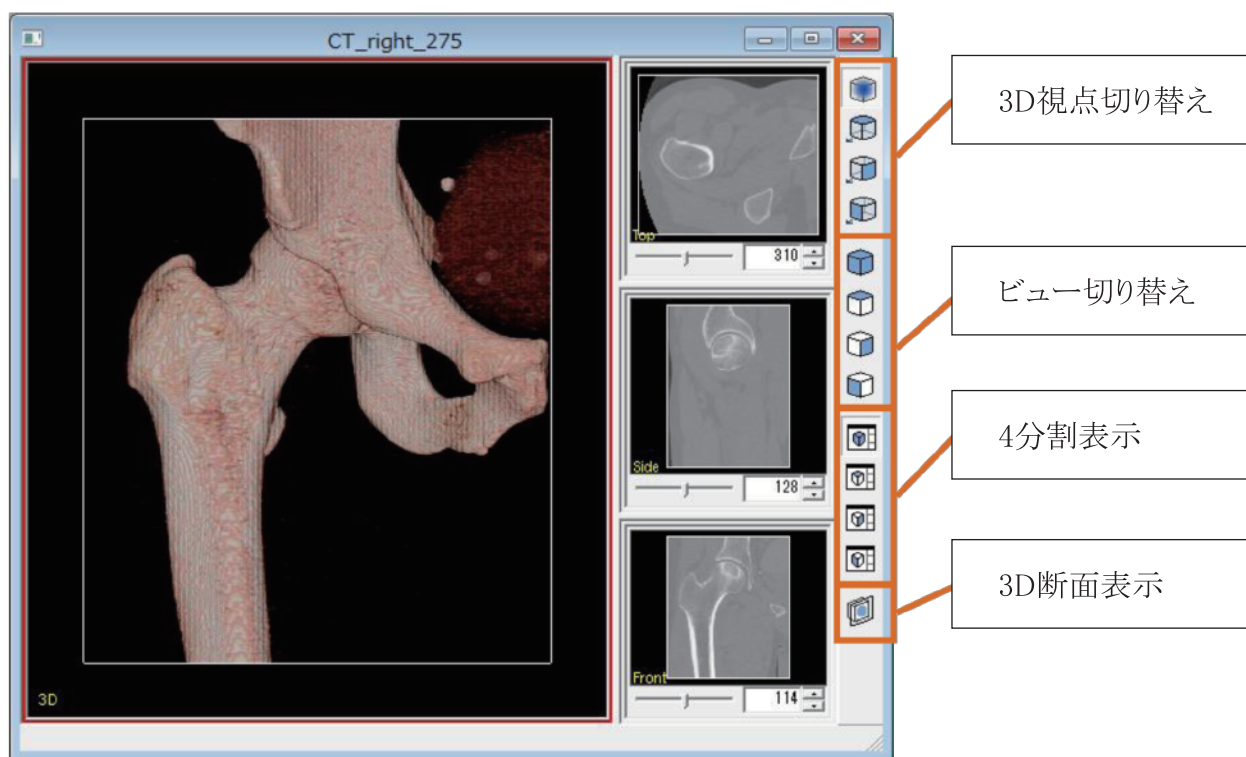

図3-5 4分割フォーム
6. ファイルの読み込みが完了すると、4分割フォームが表示されます。(図3-5)